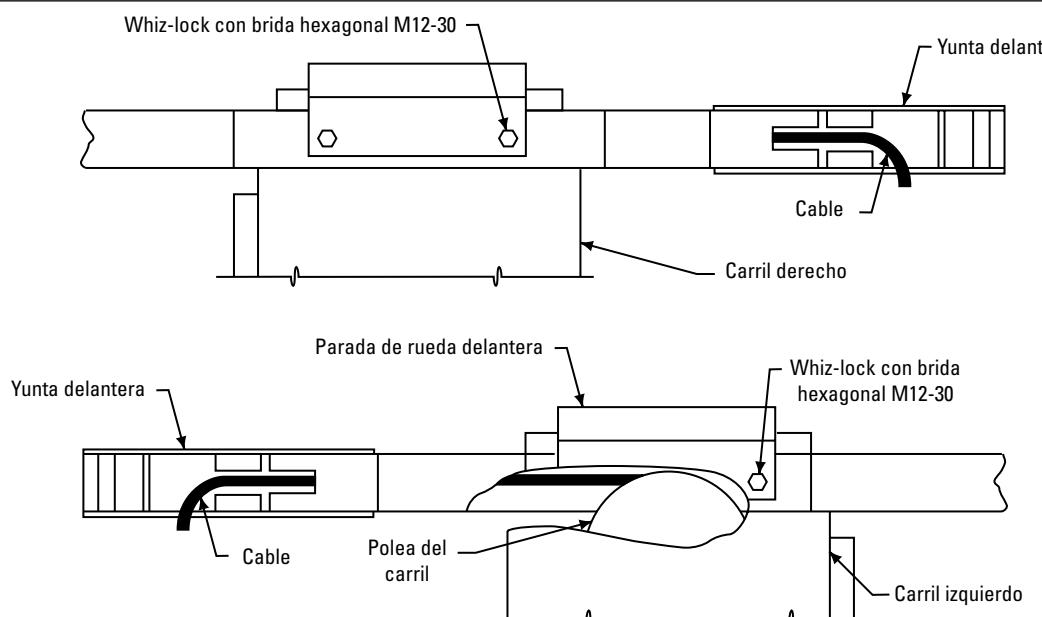

Fig. 4
- Coloque los yugos frontal y trasero en los extremos respectivos del carril, Fig. 1. La abertura en la lateral de los yugos debe estar alineada con el cable de las poleas en los extremos del carril. Introduzca los extremos del cable a través de las aberturas del yugo, Fig. 4. No ensamble las poleas en los extremos del yugo en este momento.
Con las aberturas en la lateral del tubo del yugo alineadas con los extremos del carril izquierdo, alinee los dos (2) orificios en la parte superior del tubo del yugo frontal con las ranuras en las bases del extremo del carril y los orificios en los frenos de la rueda frontal. Atornille el carril al yugo utilizando cuatro pernos con brida hexagonal M12-30, Fig. 4.